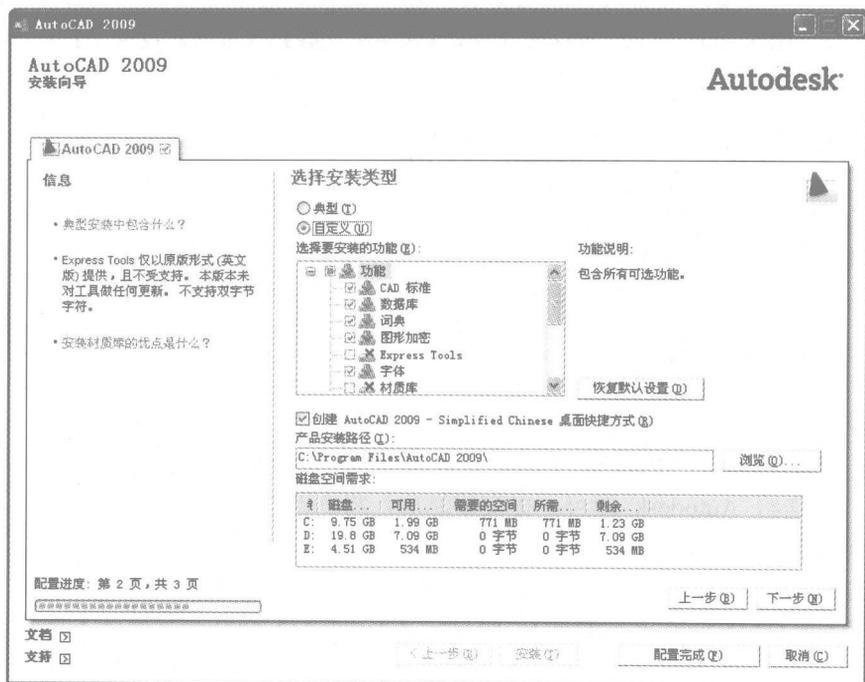

图 1-11 【选择安装类型】页面
- 8) 在【选择安装类型】页面(如图 1-11 所示),可以选择进行以下配置更改。
- ① 典型:指安装最常用的应用程序功能。
- ② 定义:指仅安装用户从“选择要安装的功能”列表中选择的程序功能。